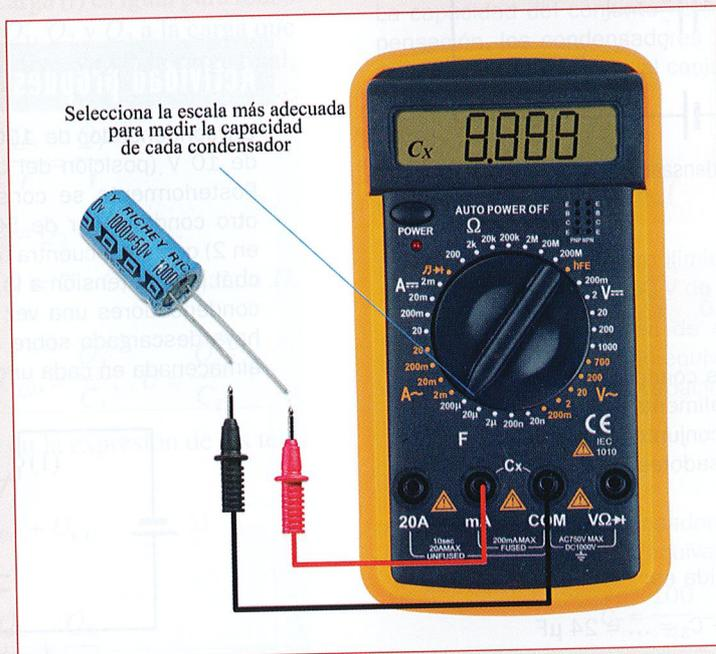

Figura 9.26. Medida de capacidad de condensadores.
9.1. Identificación y medida de condensadores. Consigue diferentes tipos de condensadores e identifica sus características más relevantes. Para ello tendrás que utilizar el código de colores o el código alfanumérico según sea el caso. Una vez identificados y clasificados, mide con el polímetro el valor de su capacidad. Para ello nos valdremos de los terminales de conexión (Cx) que dispone nuestro polímetro (véase la Figura 9.26).